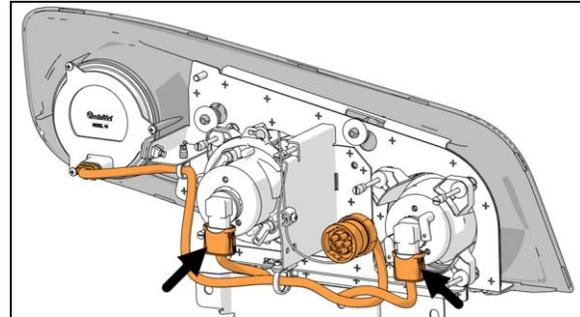

FIGURE 78
3. Débranchez le connecteur (Figure 78).